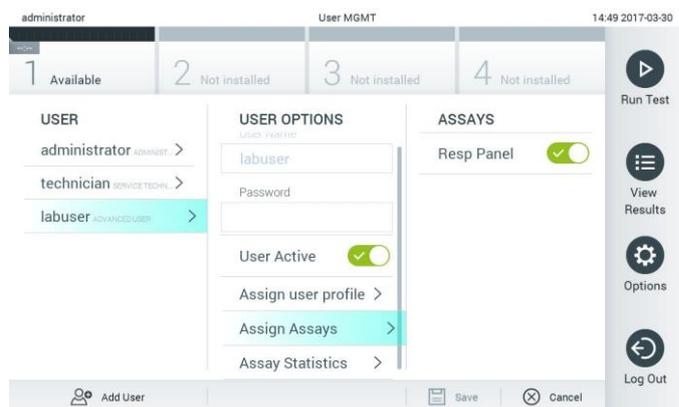

Рис. 50. Назначение тест-систем для пользователей.
- **Assign Assays** (Назначить тест-системы): Позволяет, воспользовавшись базой данных тест-систем, задать для пользователя тест-системы, которые пользователю разрешается использовать для анализа. Выберите тест-системы в списке в правой части области содержимого (рис. 50).